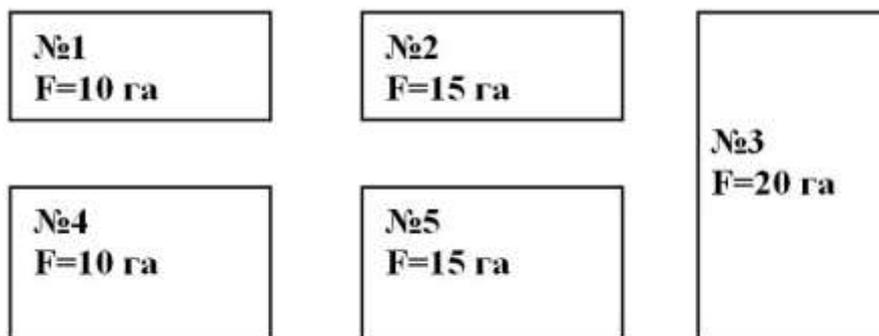

Рисунок 1 - Район города
6. Определить для условий г. Хабаровска расчетные тепловые потоки на отопление, вентиляцию и горячее водоснабжение пяти кварталов района города (см. рис. 1).